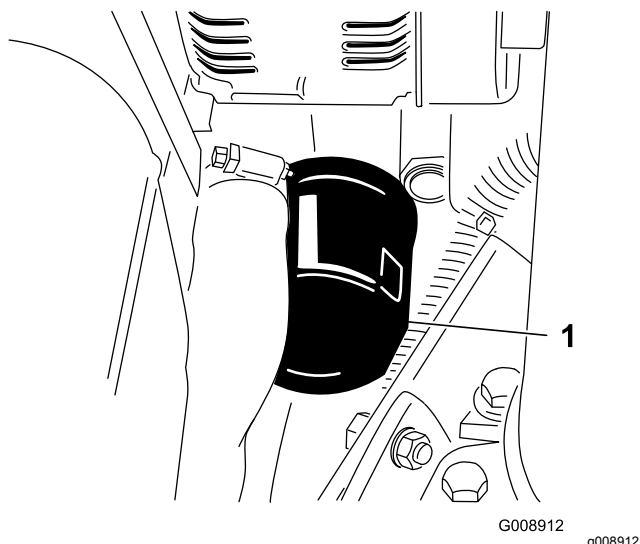

Figure 64
2. Déposez le filtre à huile (Figure 64).